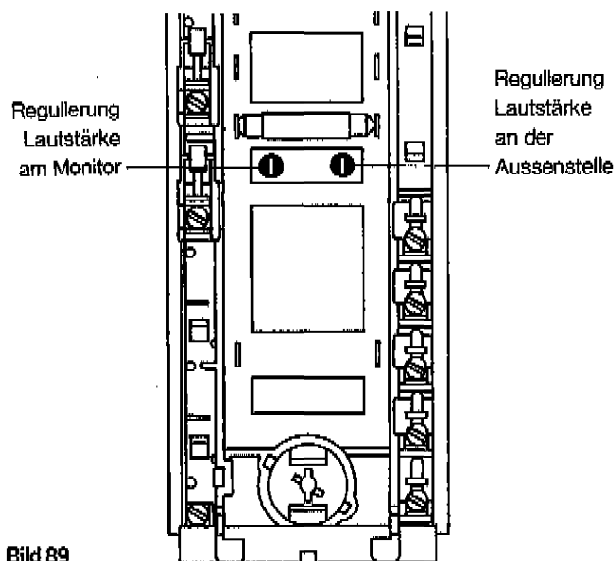

Bild 89
4. Lautstärke regulieren (Potentiometer, siehe Bild 89).